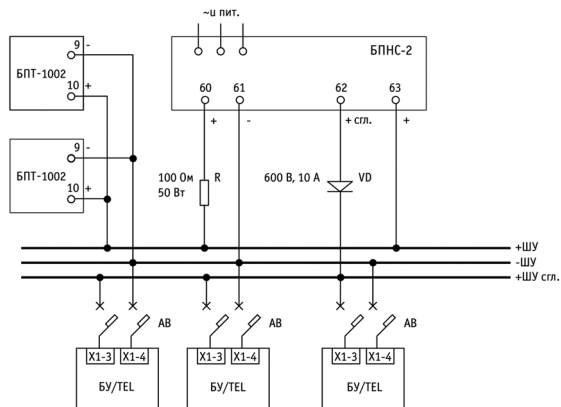
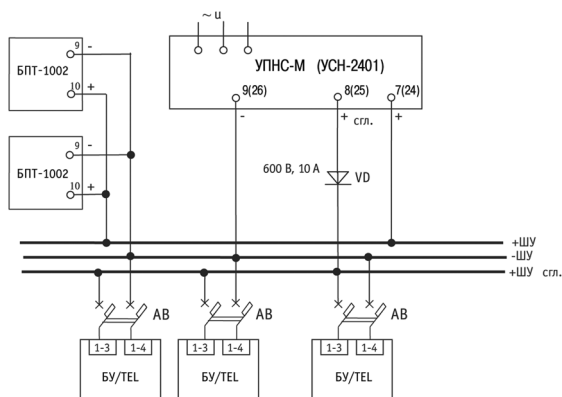
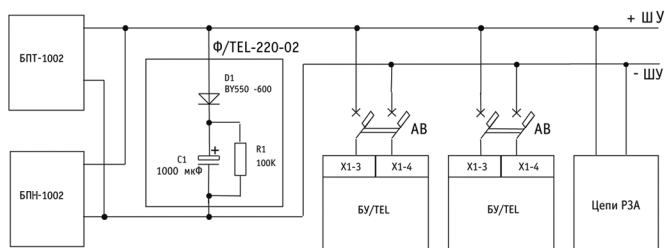

Рис. 15. Схема организации оперативного питания при использовании источников выпрямленного оперативного тока типа БПНС-2 и БПТ-1002
Рис. 16. Схема организации оперативного питания при использовании источников выпрямленного оперативного тока типа УПНС-М (УСН-2401) и БПТ-1002
Рис. 17. Схема организации оперативного питания при использовании источников выпрямленного оперативного тока типа БПН-1002 и БПТ-1002
2.3.1.1. В схеме с БПНС-2 питание на блоки управления рекомендуется подавать поочередно не более чем на пять БУ/TEL одновременно. В противном случае всплеск тока при подключении может привести к перегоранию предохранителя БПНС-2. Резистор R (см. рис. 15) допускается не устанавливать, если БПНС-2 применяют без других источников выпрямленного тока.
2.3.1.2. При организации оперативного питания с помощью устройств БПНС-2 и БПТ-1002, а также УПНС-М и БПТ-1002 питание БУ/TEL необходимо осуществлять от выхода встроенного сглаживающего фильтра. Схемы организации оперативного питания в этих случаях приведены на рис. 15 и рис. 16.
2.3.1.4. Схема организации оперативного питания при использовании устройства УСН-2401 аналогична. На рис. 16 в скобках указаны номера зажимов блока УСН-2401.
Фильтры поставляются отдельно предприятием "Таврида Электрик". Схема организации оперативного питания для этого случая приведена на рис. 17.
В схеме управления на выпрямленном оперативном токе питание БУ/TEL должно осуществляться в соответствии со схемами, приведенными в п. 2.3.1. Организация оперативного питания БУ/TEL в схемах на выпрямленном токе (см. рис. 15 - рис. 17).